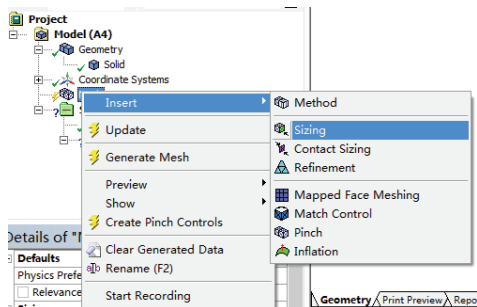
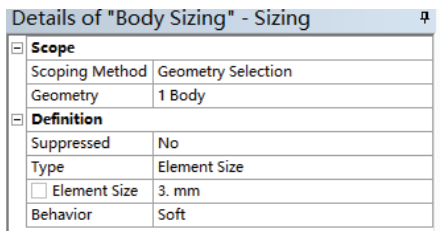

图 6-17 添加局部单元尺寸
图 6-18 设置划分尺寸
2) 在 Mesh 上单击右键，选择 Insert>Sizing，如图 6-17 所示，然后选择待划分的体，在细节窗口中的 Geometry 中单击 Apply 按钮，在 Element Size 后设置单元尺寸为 3mm，如图 6-18 所示。